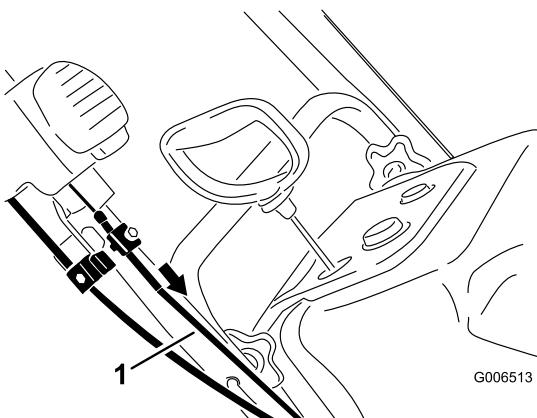

Bild 35
- Ziehen Sie den Mantel des oberen Bowdenzugs nach vorne, bis der Bowdenzug straff ist. Ziehen Sie die Schraube an der oberen Kabelklemme fest (**Bild 35**).